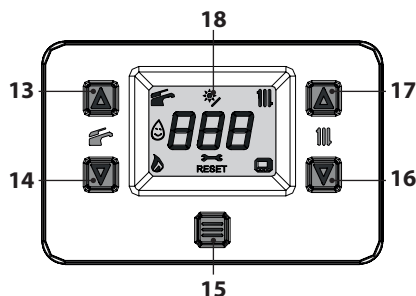
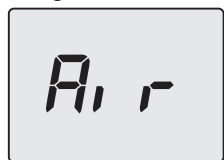
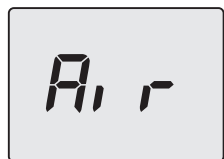

Figura 6.6
Figura 6.10
Figura 6.11
- Tenere premuto per 5 secondi il tasto 15 fino a far apparire sul display entrambe i simboli  e  (Figura 6.6).
- Entrare in "modalità programmazione" premendo contemporaneamente per 5 secondi i tasti 14 e 16 (Figura 6.6) fino a far apparire sul display LCD le lettere **HIS** che indicano il menu "Storico delle caldaie" (Figura 6.8).
- Premere il tasto 15 (Figura 6.6) per attivare la funzione. Il display visualizzerà quanto segue (Figura 6.10 e Figura 6.11).
- tenere premuti contemporaneamente i tasti 14 e 16 per 5 sec. (Figura 6.6) (ritorno al livello precedente).
- Spegnere la caldaia tenendo premuto per 5 secondi il tasto 15 (Figura 6.6) fino a far apparire sul display LCD il simbolo — — — (i trattini vengono accesi in sequenza per simulare uno scorrimento) (Figura 6.5).